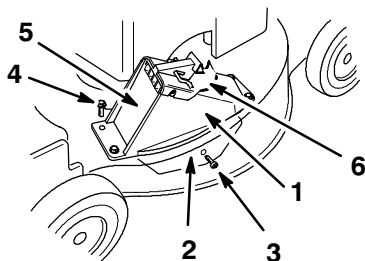

Figure 47
1. Rivet (4)
7. Insérez la languette de l'éjecteur dans le carter de tondeuse (Fig. 47).
8. Placez les trous de l'éjecteur en face des rivets du carter de tondeuse (Fig. 47).
9. Le trou de la languette doit se trouver dans l'alignement du trou latéral du carter de tondeuse (Fig. 47).
10. Vissez partiellement la vis autotaraudeuse en plastique fournie avec le bac de ramassage dans le trou latéral et la languette (Fig. 47).
11. Fixez l'éjecteur sur le carter de tondeuse à l'aide des trois vis fournies avec le bac de ramassage (Fig. 47).
14. Ouvrez et fermez le volet de l'éjecteur pour vérifier qu'il bouge librement (Fig. 47).